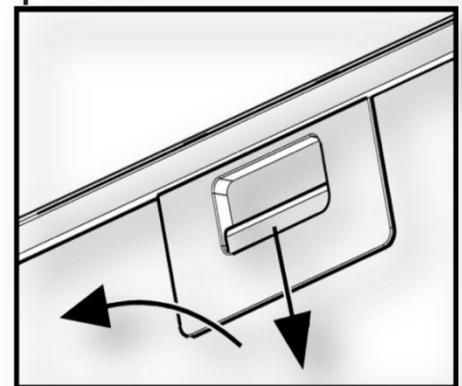

Рис.6
8.7 Для зняття алюмінієвого фільтру (рис.6) слід натиснути на пружинну засувку і, потягнувши на себе і вниз, зняти фільтр з панелі. Встановлення фільтру виконати в зворотному порядку.